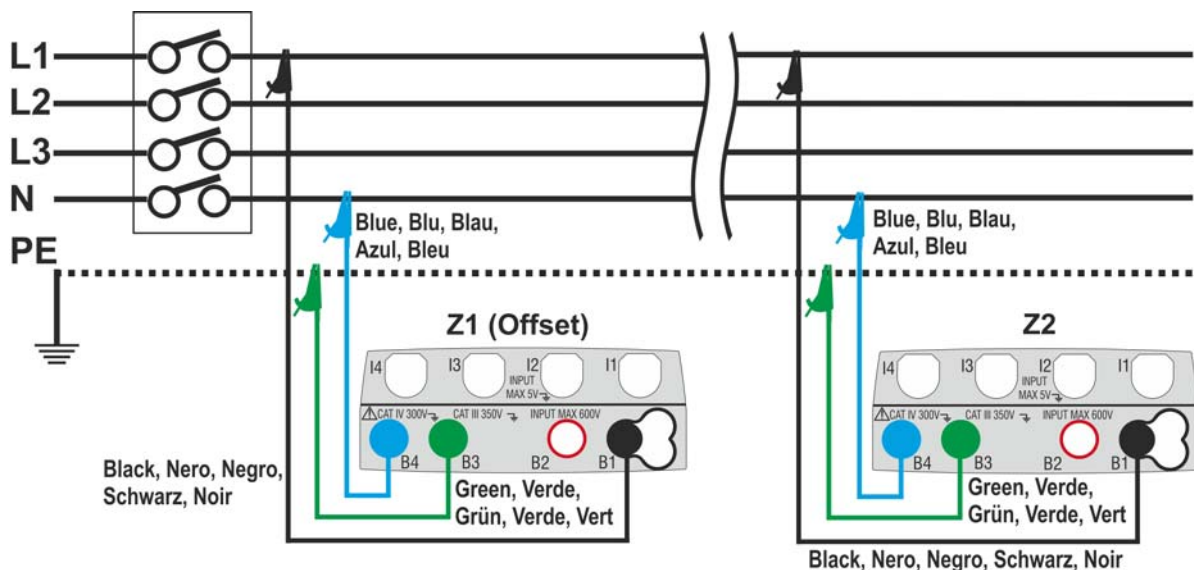

Fig. 33: Collegamento strumento per misura caduta di tensione in modo L-N
6. Passare al punto 9 nel caso in cui sia stato inserito manualmente il valore della Z1 (Offset). **Nel caso in cui NON sia stato inserito manualmente il valore della Z1 (Offset)** collegare lo strumento nel punto iniziale della linea in esame (tipicamente a valle della protezione) in accordo alle Fig. 33 o Fig. 34 al fine di eseguire la prima misura di impedenza **Z1 (Offset)**. In tal caso lo strumento eseguirà la misura di impedenza presente a monte del punto iniziale della linea assumendola come riferimento iniziale. La seguente videata (relativa alla misura L-L) è mostrata a display
9. Collegare lo strumento nel punto finale della linea in esame in accordo alle Fig. 33 o Fig. 34 in modo da eseguire la misura di impedenza a fine linea **Z2**. La videata a fianco è mostrata a display. Notare la presenza a display del valore Z1 (Offset) precedentemente misurato